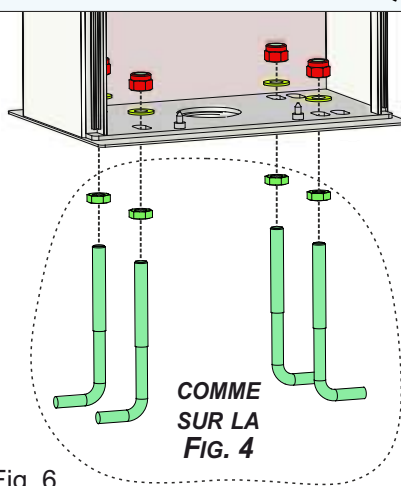
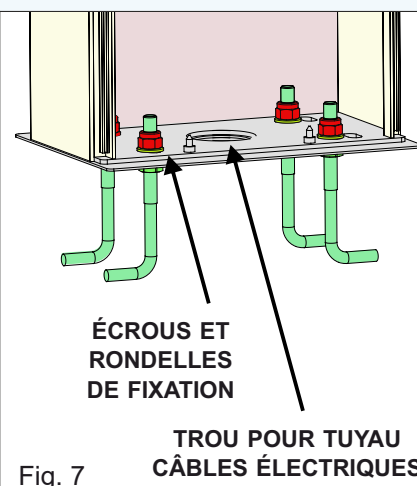

Fig. 6
Fig. 7
3.3. Fixer le boîtier de la barrière à la plaque de fondation à l'aide des écrous et des rondelles fournis - Fig. 6 et Fig. 7